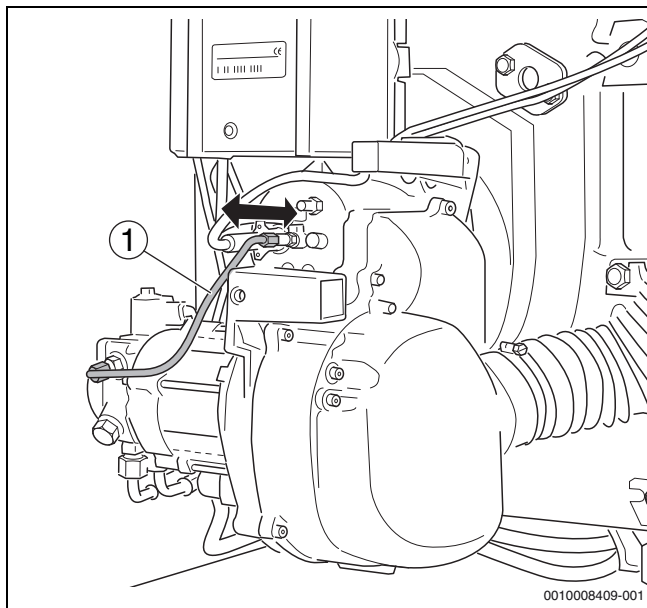

Рис. 44 Проверка правильной установки смесительной системы (показано для горелок: 18–49 кВт)
- ▶ Выньте шланг подачи жидкого топлива (→рис. 44, [1]) примерно на 5 мм.